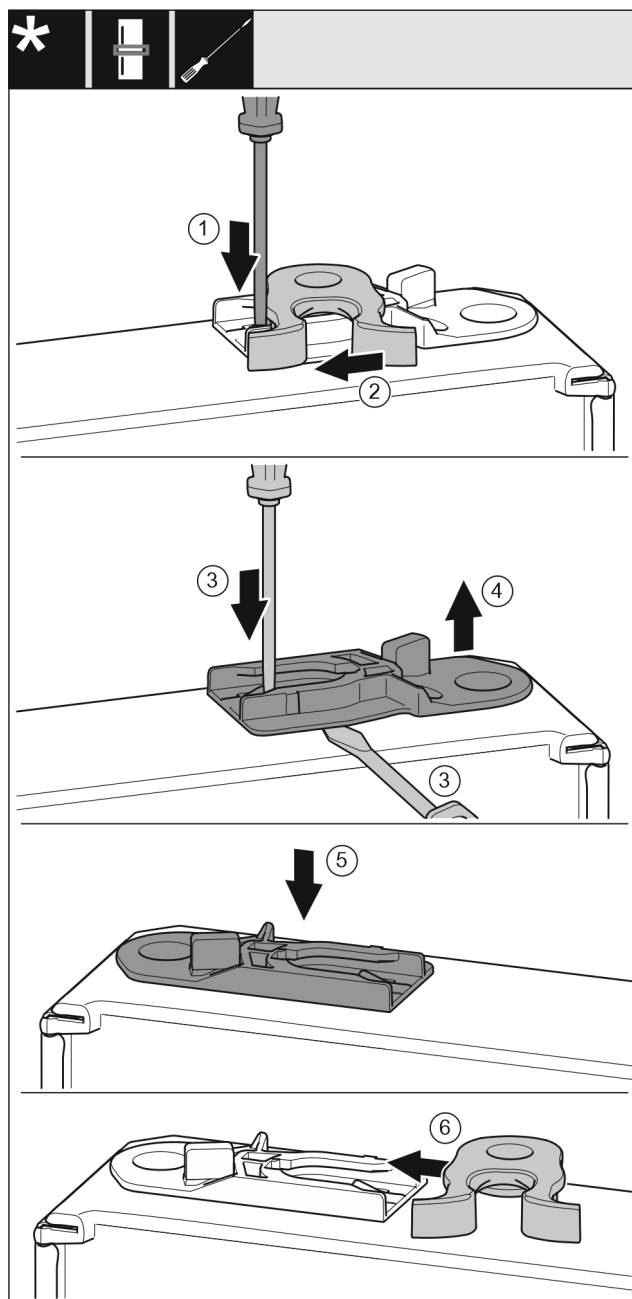

Fig. 17
- Plochým šroubovákem přitlačte lamelu dolů. Fig. 17 (1)
- Vytáhněte petlici z vedení. Fig. 17 (2)
- Vytáhněte vodící pouzdro: Stiskněte lamelu plochým šroubovákem a současně jí zajeďte pod vodící pouzdro. Fig. 17 (3, 4)
- Vodící pouzdro, které je součástí rozsahu dodávky nasuňte na druhé straně skříně. Fig. 17 (5)
- Zasuňte petlici do vedení. Fig. 17 (6)